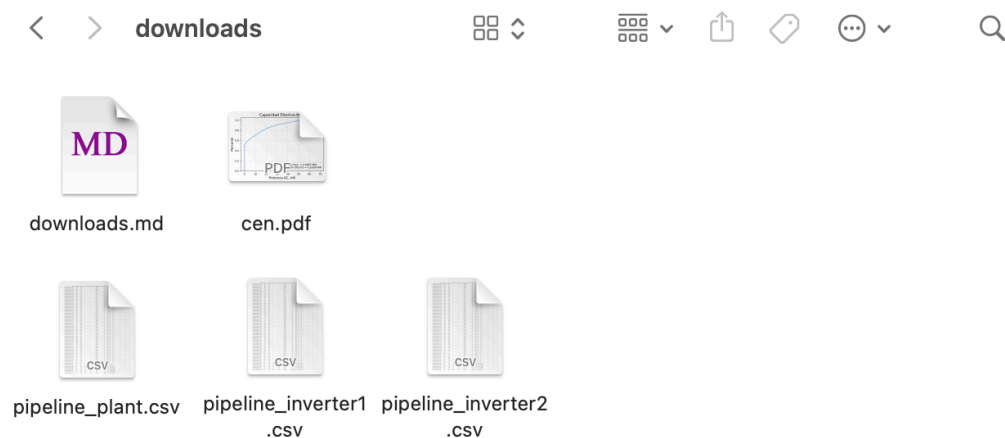

Figura 1.10. Descargas en la carpeta cno_solar/downloads del tab CEN.
- Se generan archivos según la arquitectura de la planta fotovoltaica (i.e., por inversores y para la planta completa) y se alojan en la carpeta *cno_solar/downloads*. Por ejemplo, observe en la Figura 1.10 tres archivos: uno por inversor y uno para la planta completa, correspondiente a la adición de los dos archivos de los inversores.
- El nombre de los archivos .CSV siguen un orden numérico de descarga según el orden alfabético de carga de los archivos de configuración. Es decir, en archivo denominado *pipeline_inverter1.csv* en la Figura 1.10 corresponde al Inversor 2 (28.8 kWp) y el archivo *pipeline_inverter2.csv* corresponde al Inversor 1 (51.2 kWp), dado que alfabéticamente el orden de carga es: *system_config_SD29.json*, seguido de *system_config_SD51.json*.